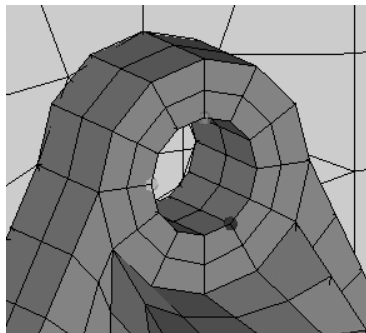

图 10-12 顶部 3 个节点
- (1) 放大顶部螺栓孔到如图 10-12 所示的位置。
- (2) 按〈F4〉键进入 Distance 面板。
- (3) 选择 three nodes 子面板。
- (4) 在图形区选择螺栓孔顶部的 3 个节点，作为 N1、N2、N3，如图 10-12 所示。